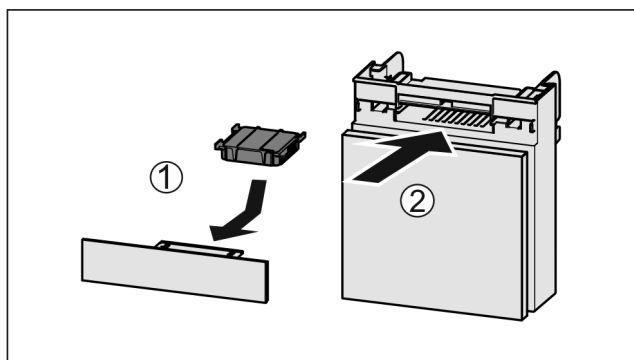

Fig. 49
- ▶ Filtr s aktivním uhlím vložte podle vyobrazení Fig. 49 (1).
- ▶ Zásuvku zasuňte Fig. 49 (2).